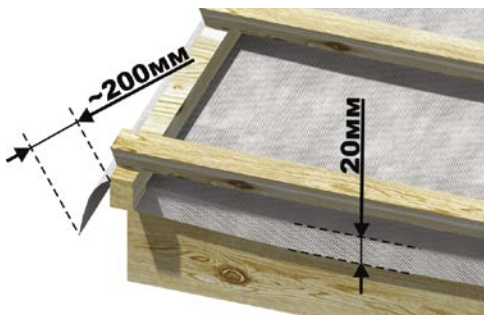

Рис. 10
■ **фронтоном**, то пленка должна свисать на 20 см с фронтоной стропильной конструкции (эти 20 см понадобятся позже) (см. рис. 10).